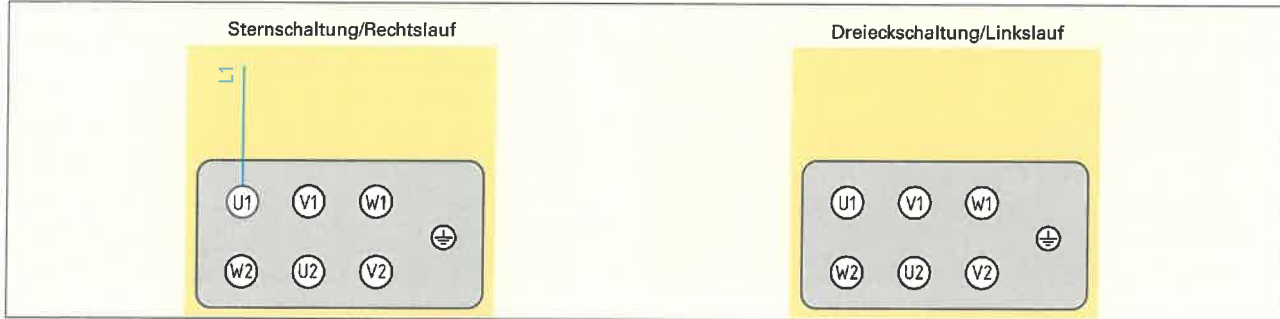

Bild 1: Klemmbretter von Drehstrommotoren mit Kurzschlussläufer
1. Zeichnen Sie in die Klemmbretter von **Bild 1** die Brücken für die geforderte Schaltung der Ständerwicklungen ein. Ergänzen Sie die Anschlussleitungen zum Drehstromnetz für die geforderte Drehrichtung.